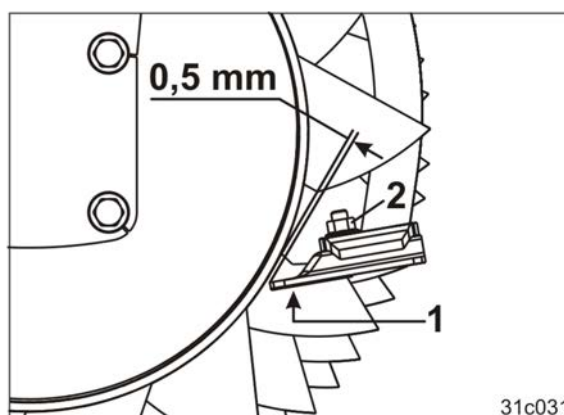

Fig. 103
4. Løsn skruen (Fig. 103/2).
5. Monter afstrygeren (Fig. 103/1) med en afstand på 0,5 mm til valserøret.